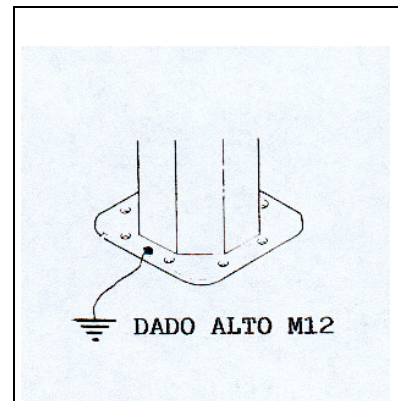

fig.44
- **Llevar a cabo la conexión de la instalación de tierra, a la estructura de la grúa, en correspondencia con los puntos de agarre específicos (fig.44).**